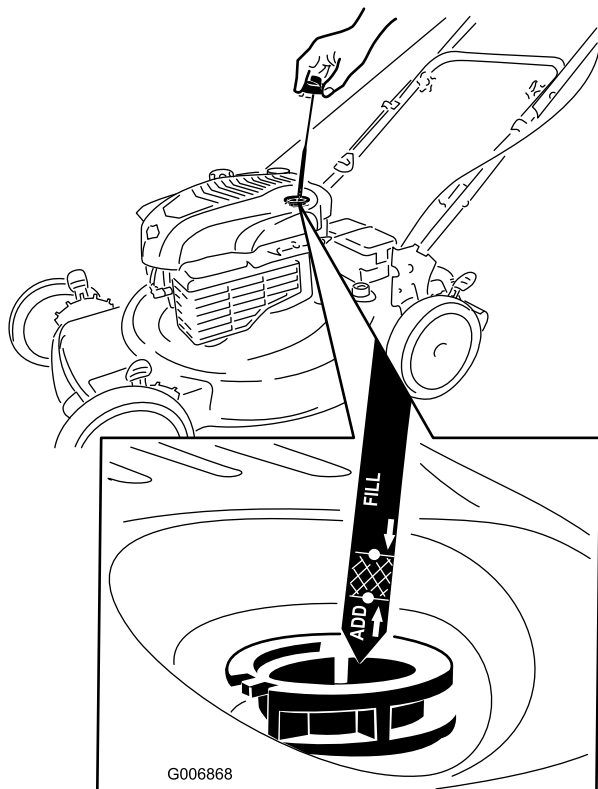

Figura 12
1. Togliete l'asta di misurazione del livello dell'olio, asciugatela ed inseritela a fondo nel foro (Figura 12).
2. Estraete l'asta e controllate il livello dell'olio (Figura 12). Se il livello dell'olio è inferiore alla tacca **Add** sull'asta, versate **lentamente** dell'olio nel foro del bocchettone fino a portarne il livello alla tacca **Full** sull'asta. **Non riempite troppo.** (Riempimento massimo: 0,59 litri, tipo: olio detergente SAE 30 con service classification API SF, SG, SH, SJ, SL o superiore.)